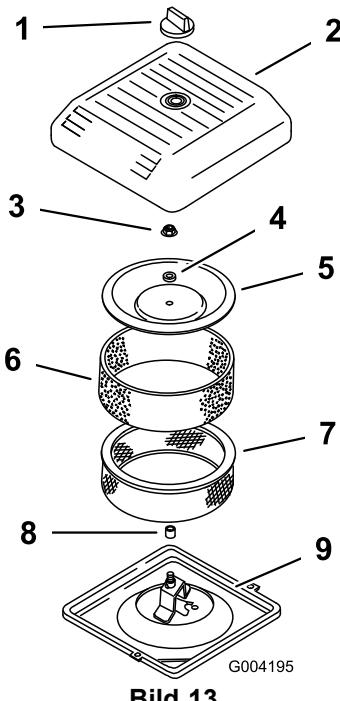

Bild 13
2. Schrauben Sie das Handrad los und entfernen Sie die Luftfilterabdeckung (Bild 13).
3. Schieben Sie den Schaumvorfilter vorsichtig vom Papiereinsatz herunter (Bild 13).
4. Schrauben Sie die Abdeckungsmutter ab und nehmen Sie die Abdeckung und den Papiereinsatz ab (Bild 13).
2. Schieben Sie den Luftfilter auf das Luftfilterunterteil (Bild 13).
3. Setzen Sie die Abdeckung und das Distanzstück auf und befestigen Sie sie mit der Flügelmutter (Bild 13). Ziehen Sie die Mutter mit 10,7 N·m an.
4. Setzen Sie die Luftfilterabdeckung ein und befestigen Sie sie mit dem Handrad (Bild 13).